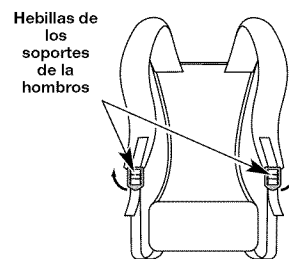

Fig. 13
1. Tirar hacia arriba las lengüetas inferiores de la hebillas de los soportes de la hombros para aflojar los soportes de los hombros (Fig. 13).